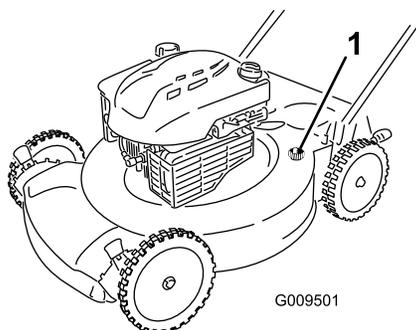

Рисунок 32
5. Присоедините садовый шланг, подключенный к источнику воды, к отверстию для промывки в корпусе (Рисунок 32).